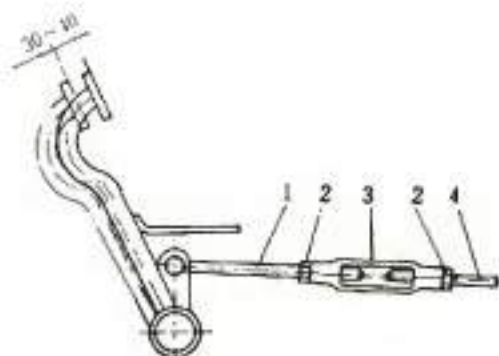

Рис. 4-8 Свободный ход тормозной подачи
1. Зазор между тормозной колодкой и барабаном должен быть в пределах $0,5 \sim 0,7$ мм, и соответствующая которому величина свободного хода тормозной педали должна находиться в пределах $30 \sim 40$ мм (рис. 4-8).